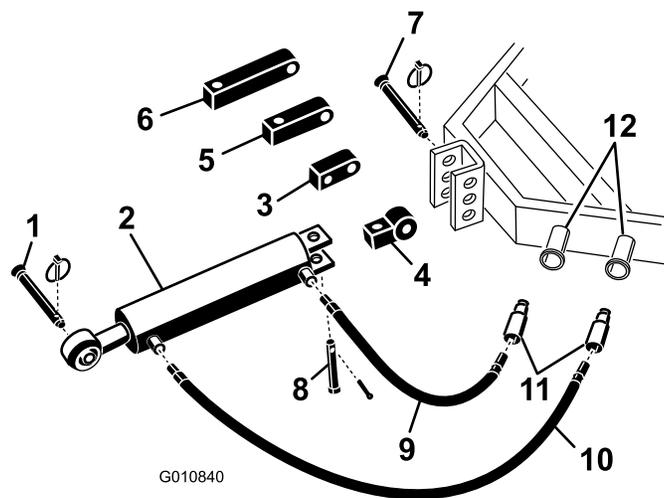

Figura 5
1. Sujete el extremo del brazo hidráulico superior que lleva el soporte de conexión a la unidad de tracción con los pernos suministrados con la unidad de tracción (Figura 5).
Nota: Si es necesario colocar el cilindro hidráulico con los orificios hacia arriba, utilice la barra de giro en lugar de la barra de montaje de serie para posicionar correctamente el cilindro (Figura 5). Puede utilizar un acoplamiento hidráulico de 90° en lugar de una barra de giro (no se incluyen acoplamientos de 90°).
- A. Retire el pasador y la chaveta que sujetan el acoplamiento de serie al cilindro (Figura 5). Retire el acoplamiento del cilindro.
- B. Instale la barra de giro en el cilindro con los pasadores que retiró anteriormente (Figura 5).
2. Conecte la manguera hidráulica larga de 106 cm en el conector hidráulico del brazo superior que está más próximo al aireador (Figura 5). Aplique cinta sellante en las roscas de la tubería o compuesto en las roscas de la manguera para evitar fugas.
3. Conecte la manguera hidráulica corta de 76 cm en el conector hidráulico del brazo superior que está más próximo a la unidad de tracción (Figura 5). Aplique cinta sellante en las roscas de la tubería o compuesto en las roscas de la manguera para evitar fugas.
Si el cilindro hidráulico no llega al soporte de montaje del aireador, utilice una barra de extensión en lugar del bloque de montaje de serie para conectar el cilindro a la unidad de tracción (Figura 5).
- B. Instale la barra de extensión de la longitud necesaria en el cilindro con los pasadores que retiró anteriormente (Figura 5).